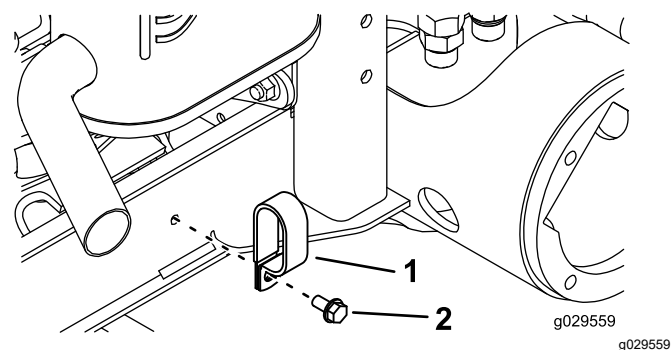

図 17
4. フレームの右側のチャンネル材にホースクランプを固定しているボルトとナットを取り外す 図 17。